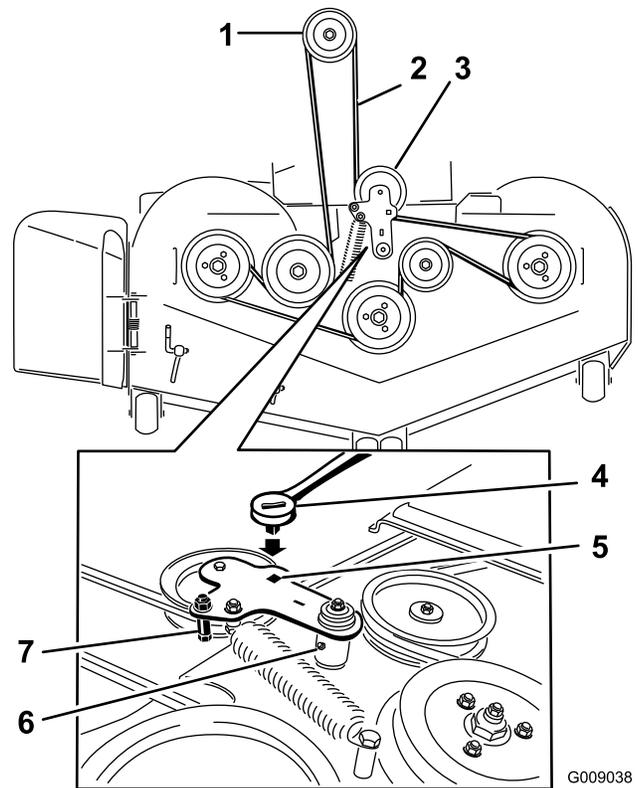

Figure 80
5. Insérez un rochet dans le trou carré du bras de la poulie de tension pour détendre le ressort de la poulie de tension (Figure 80).
7. Enlevez le guide de courroie situé sur le bras de la poulie de tension rappelée par ressort (voir Figure 80).
9. Acheminez la courroie neuve autour des poulies du tablier de coupe et de la poulie d'embrayage, sous le moteur (Figure 80).
10. Montez le guide de courroie sur le bras de la poulie de tension (voir Figure 80).
11. Insérez le rochet dans le trou carré et montez le ressort de la poulie de tension (Figure 80).